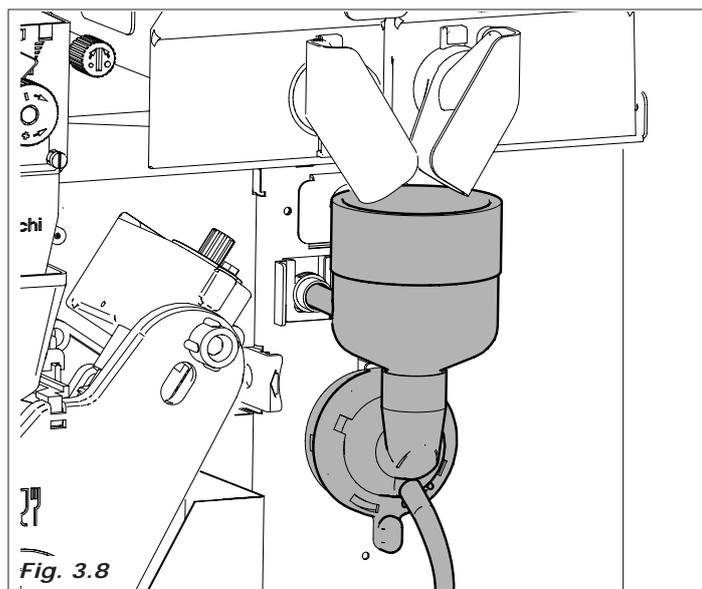

Fig. 3.8
- ativa-se, se presente, o motomisturador (Fig.3.8)